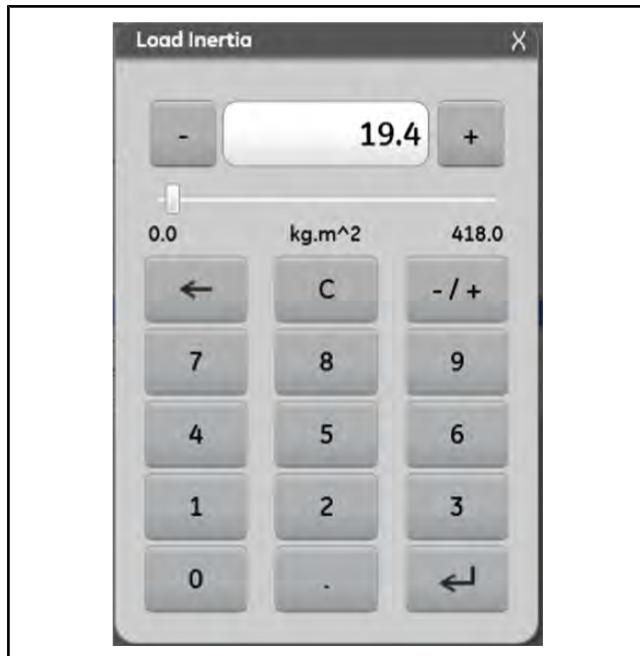

Рисунок 2.70-5: Клавиатура для ввода параметра Load Inertia («Момент инерции нагрузки»)
- Выберите поле Load Inertia («Инерция нагрузки»). На экране появится клавиатура для ввода параметра Load Inertia («Момент инерции нагрузки») (см. Рисунок 2.70-5).